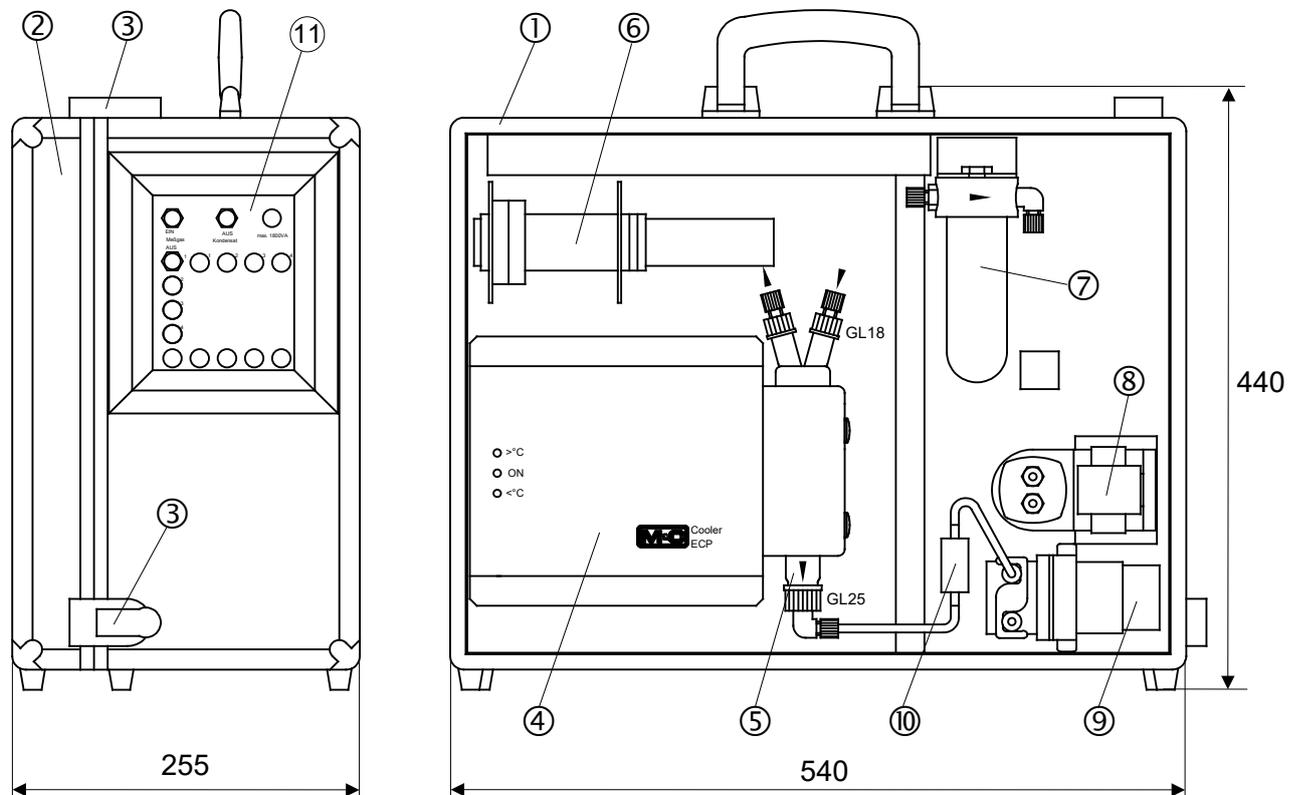
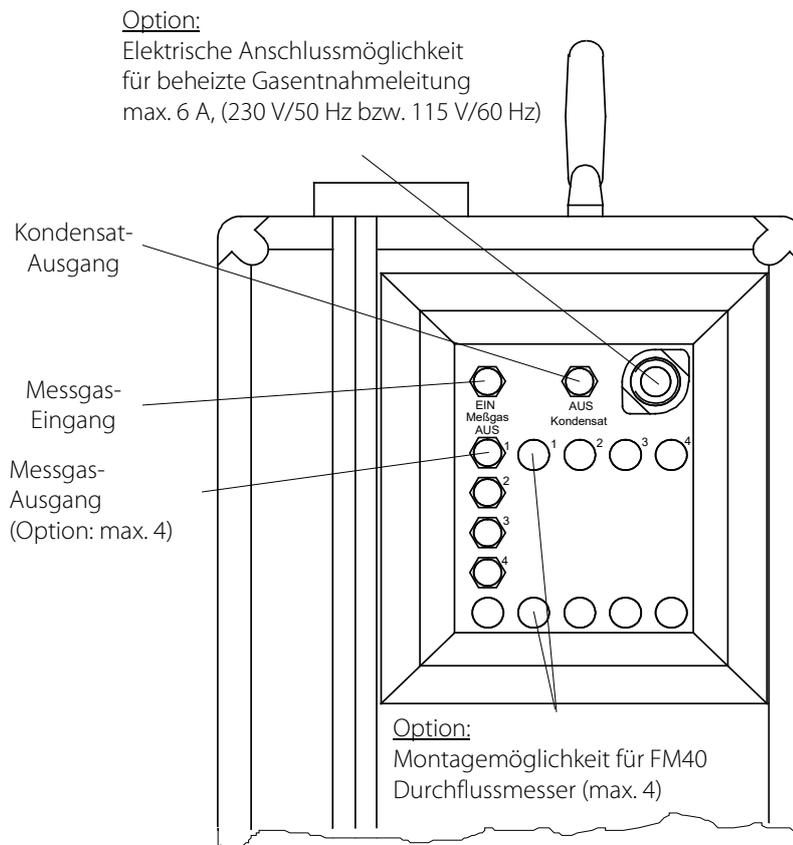

Abbildung 3 Kofferaufbau der PSS-5 und PSS-5/3
Abbildung 4 Mediumanschlüsse der PSS-5 und PSS-5/3
Die 4/6 mm-Schlauchanschlüsse ⑪ für die Kondensat- und Messgasleitung befinden sich an der rechten Seite des Koffers (s. Abbildung 3 und Abbildung 4).
Zum Schutz der nachgeschalteten Analysatoren vor einem Flüssigkeitsdurchbruch und zur Erhöhung der Betriebssicherheit des gesamten Systems empfehlen wir den Einbau eines Flüssigkeits-Alarmsensors Typ **LA1S**. Hierzu wird das standardmäßig eingebaute Feinfilter **FP-2T** durch das Feinfilter **FP-2T-D** mit montiertem Flüssigkeits-Alarmsensor werkseitig ersetzt. Die **LA1.4** Auswerteelektronik befindet sich auf der Klemmen-Tragschiene ⑥ (Abbildung 3), im oberen Teil des Koffers. Die LA-Elektronik schaltet die Messgaspumpe im Falle eines Flüssigkeitsalarms automatisch ab. Der Alarmfall wird durch ein rotes LED angezeigt. Liegt kein Alarm vor, so leuchtet ein grünes LED.
Die Messgasaufbereitung **PSS-5** und **PSS-5/3** kann optional mit einem Messgas-Eingang (siehe Abbildung 4, Artikel-Nr. 01G9060), zum Anschluss einer beheizten Leitung ausgestattet werden. Der vorhandene Knickschutz ist nur für beheizte Leitungen des Anschluss-Typs „C“ (Artikel-Nr. 03B1020) zu verwenden. Eine Montageanleitung befindet sich im Anhang.
Der zur Regelung der beheizten Leitung notwendige Temperaturregler (Artikel-Nr. 01G9055) wird bei gewünschter Option werkseitig auf der Klemmen-Tragschiene ⑥ (Abbildung 3) montiert.
Abbildung 4 zeigt die möglichen Mediumanschlüsse. Diese befinden sich zurückliegend, in einem speziellen Montagerahmen versenkt, an der rechten Seite des Messgasaufbereitungskoffers.
Die **PSS-5** und **PSS-5/3** Messgasaufbereitung ist in 230 V/50 Hz oder in 115 V/60 Hz lieferbar (Stromlaufplan siehe Anhang). Die Absicherung erfolgt standardmäßig mittels einer 4 A-Sicherung. Diese befindet sich auf der Klemmentragschiene des Koffers (siehe Abbildung 3). Bei der optionalen Verwendung eines Temperaturreglers mit beheizter Leitung erhöht sich der Überlastschutz auf 10 A.
Für die elektrische Versorgung einer beheizten Leitung mit Pt100 Fühler und/oder den Anschluss anderer beheizter Komponenten, z.B. beheizte Messgas-Sonde oder beheiztes Filter, steht eine Anschlussbuchse gemäß Abbildung 4 zur Verfügung. Die Anschlussleistungen betragen maximal 6 A, 1380 W für die 230 V-Messgasaufbereitung bzw. 6 A, 690 W für die 115 V-Version.